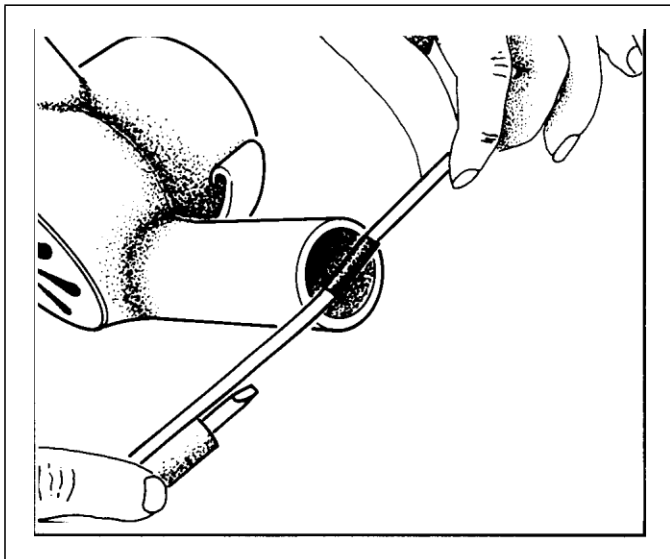

Figura 15-67 Calentamiento del tubo de Termo Encogimiento
7. Aplique calor al tubo de termo encogimiento. Ver Figura 15-67 en Página 63.